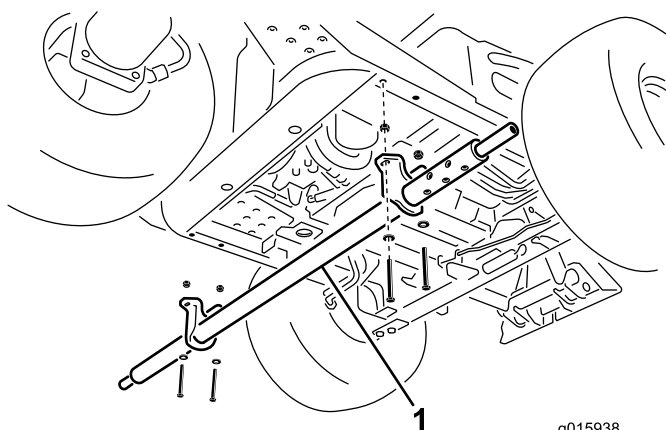

Figura 11
1. Desde el lado izquierdo de la máquina, coloque el tubo transversal debajo de la máquina, alineando los taladros de los soportes de montaje con los taladros de los tubos del bastidor (Figura 11).
2. Sujete los soportes de montaje del tubo transversal a los tubos del bastidor con 4 tornillos (3/8 x 3 pulgadas), arandelas planas y contratuercas (3/8 pulgada) (Figura 11).